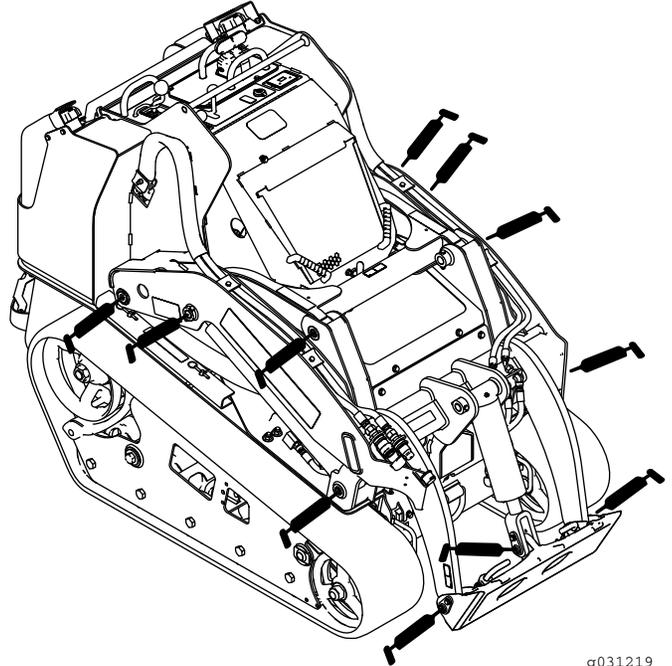
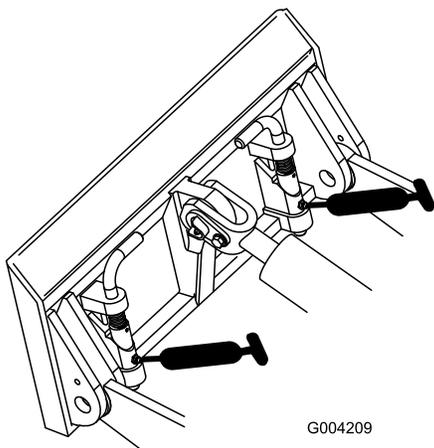
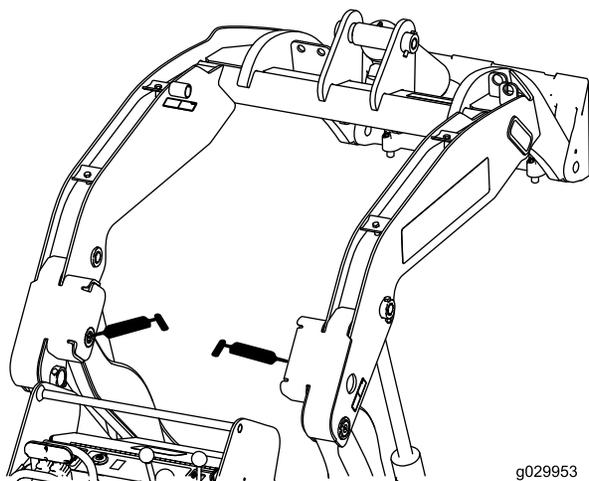

Рисунок 41
Рисунок 42
Рисунок 43
3. Присоедините к каждой масленке шприц для нагнетания консистентной смазки (Рисунок 41 Рисунок 42 и Рисунок 43).
**Примечание:** Поднимите кронштейны погрузчика, прежде чем смазывать масленки, как показано на Рисунок 43.